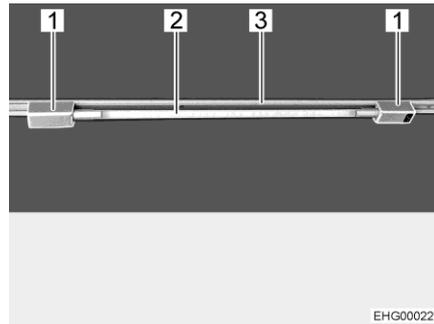

Fig. 44 Tube lumineux
Mettre le tube lumineux en place : ■ Placer les deux supports (Fig. 44,1) dans le rail (Fig. 44,3). Tourner pour ce faire les support de 90°.
■ Ficher le corps de la lampe (Fig. 44,2) dans un des supports.
Tourner le tube lumineux : ■ Tourner le corps de la lampe (Fig. 44,2) jusqu'à obtenir l'effet lumineux désiré.